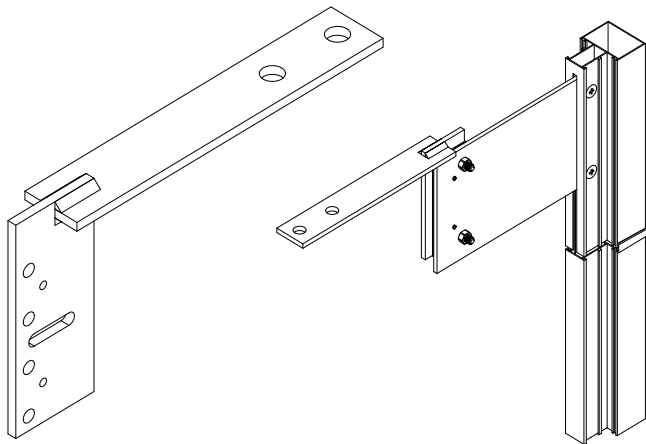

Рис. 16.30
- кронштейн АУРС.VC65.0760 соединяется со стойкой через дистанционную пластину, отрезаемую в необходимый размер, что позволяет использовать его при больших откосах (120...250 мм) блоков каркаса витража от плит перекрытия. Сверление отверстий под крепежные элементы осуществляется на монтаже по месту (рис. 16.30);